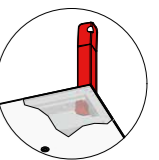

Abb. 2
Das nächste Element legen Sie von oben in die angepassten Verstellwinkel ② (Abb. 2). Mit dem zweiten Element ist der Stapel gesichert und kann bewegt werden.